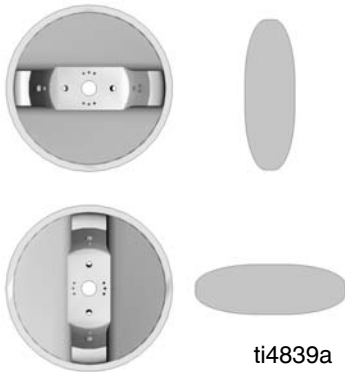

Рис. 2
1. Поворачивайте распылительный ниппель до получения нужной формы распыла. См. Рис. 2.